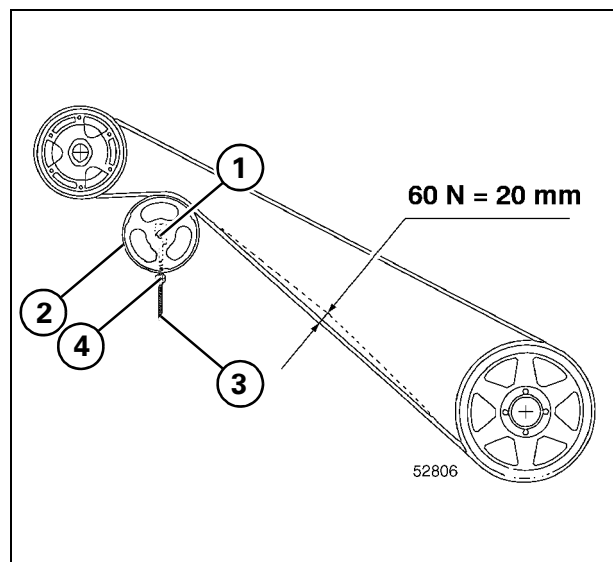

Рис. 13
9.) Ремень главной трансмиссии Рис. 13